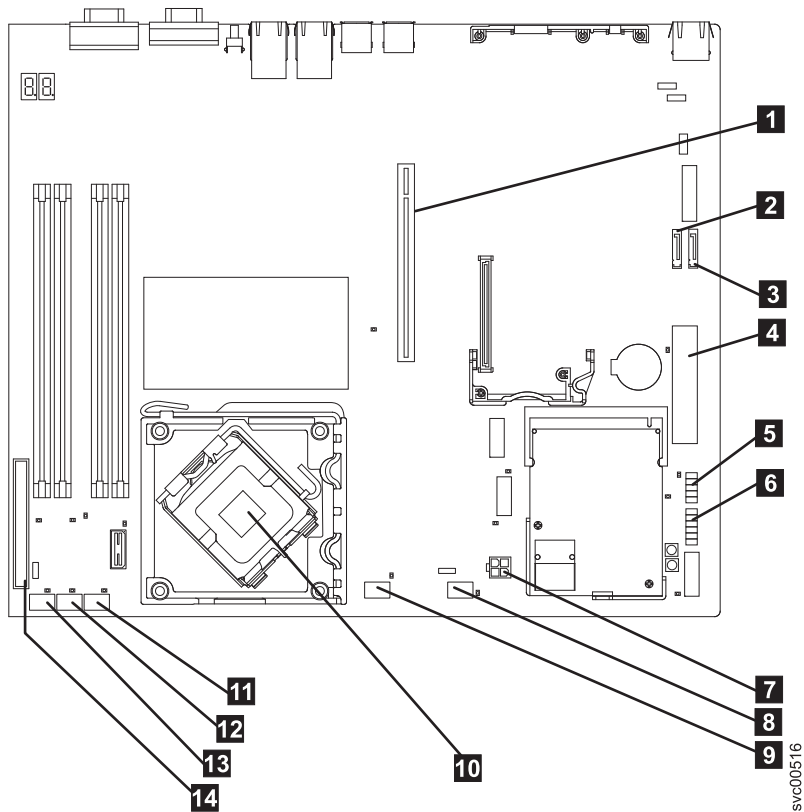

図 275. SAN ポリリューム・コントローラー 2145-8A4 システム・ボードで使用されるコネクタ
7. 各ケーブルをどこに取り付けるかがわかるように、ケーブルにマークを付けます。314 ページの図 275 は、SAN ボリューム・コントローラー 2145-8A4 システム・ボード上のコネクタを示しています。